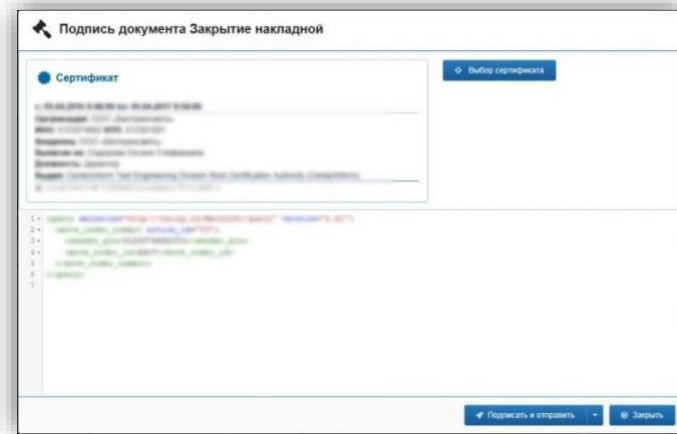

Рисунок 197 – Подпись документа Закрытие накладной
– В появившемся окне «Подпись документа Закрытие накладной» выберите сертификат для подписи и нажмите кнопку «Подписать и отправить» (рис. 197).